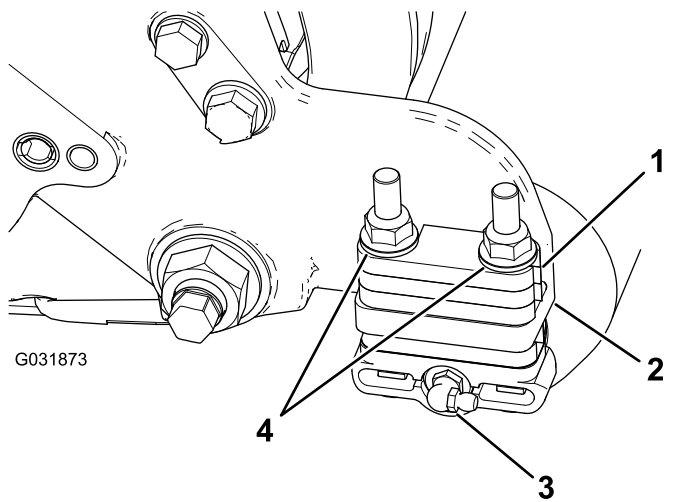

Bild 7
1. Nehmen Sie die Schmiernippel für die Rolle von der Seite des Mähwerks ab, an der das Rollenbürstengehäuse montiert ist (Bild 7).
3. Entfernen Sie die zwei Sicherungsbundmutter, mit denen jede Rollenhalterung an den Seitenplatten befestigt ist (Bild 7).